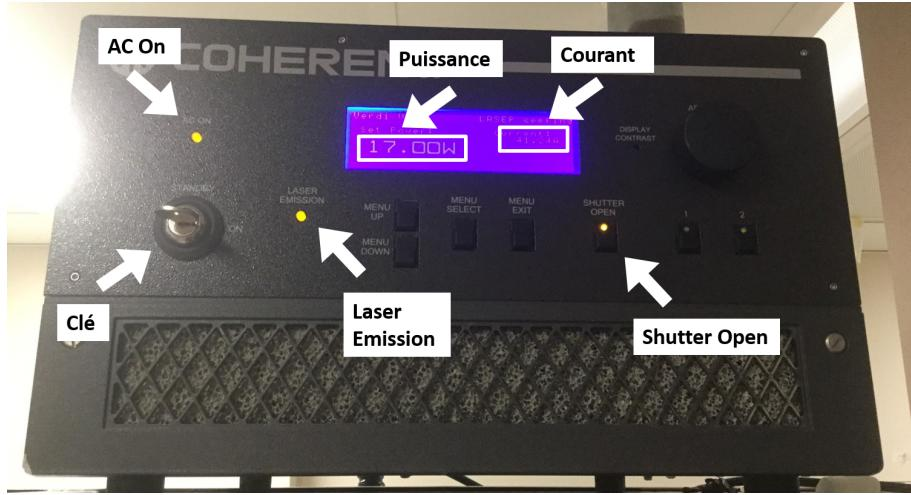

Figure 1 – Contrôleur du Verdi
1. Sur le *contrôleur du Verdi* (voir figure 1), tourner la clé de *Standby* à *On*.
5. Sur le *contrôleur du Verdi* (voir figure 1), appuyer sur le bouton *Shutter Open*.